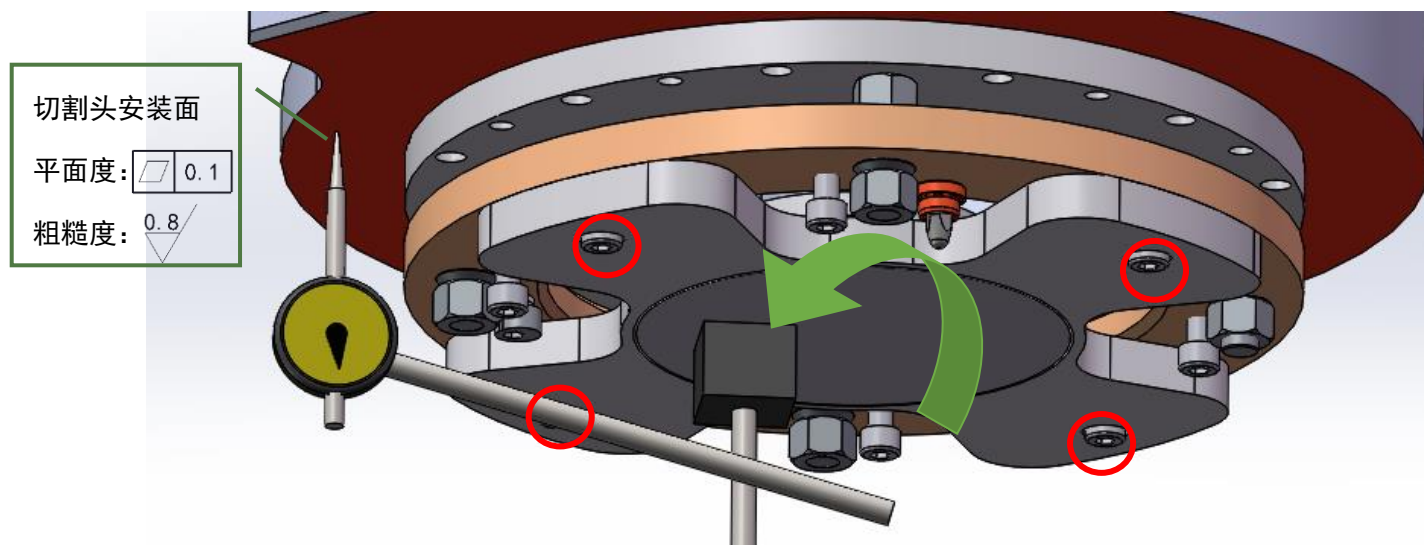

图 5.3 打表吸附
b) 四轴安装调平需要将千分表吸附在调平旋转机构底板上，如图 5.3；
c) 表探针打在客户的对接法兰盘（以下简称法兰）的水平加工端面上，所以您设备的切割头安装面的设计需要留出一周足够打表的区域（下图红色区域），并且平面度要求 0.1mm 和粗糙度要求 $Ra0.8\mu m$ ，如图 5.3 所示：
调整法兰相较于您设备的切割头安装面调平后，如上图 5.3 红色圈处的四个 M8*20 内六角圆柱头螺钉拆除，取下调平旋转机构与千分表。